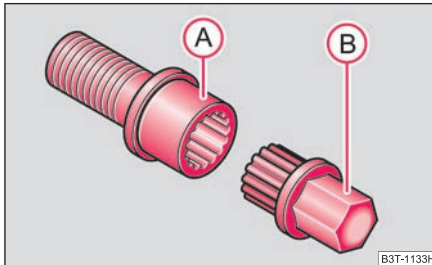

Fig. 221 Șurub de siguranță cu adaptor
- Introduceți adaptorul (B) cu partea zimțată până la limită pe interiorul zimțat al șurubului de siguranță (A), astfel încât să se mai vadă numai partea hexagonală ⇒ fig. 221.
- Împingeți cheia de roată până la capăt, pe adaptor (B).